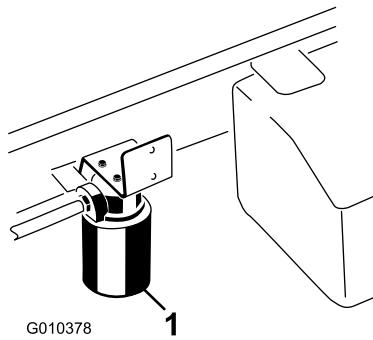

Figure 65
- Placez un bac de vidange sous le filtre et enlevez le filtre (Figure 65).